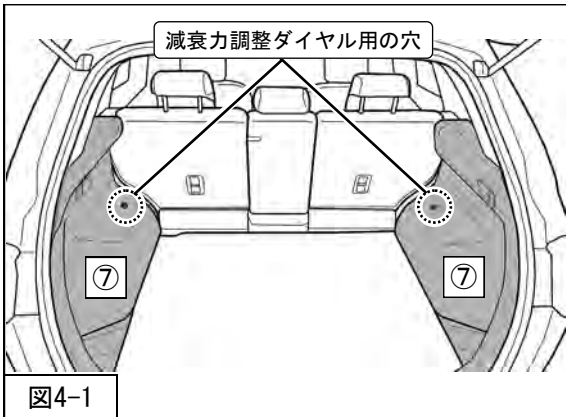

図4-1
1. ⑦トランクサイドトリムを取付け、減衰力調整ダイヤル用の穴を開けてください。(図4-1・4-2)
2. ⑦トランクサイドトリムを一度取外してください。(図4-1)
⑥リアショックアブソーバASSYアッパー取付ナット
を取付けてください。（図4-1）
本製品は、フロントサスペンションASSYがストラットタイプ、リアショックアブソーバASSYが標準タイプとなっています。リアの減衰力調整は、トランクサイドトリム（図4-1）に減衰力調整ダイヤル用の穴を開け、減衰力調整ダイヤル（同梱品）で行ってください。調整時以外は、グロメット（同梱品）を取付けてください。